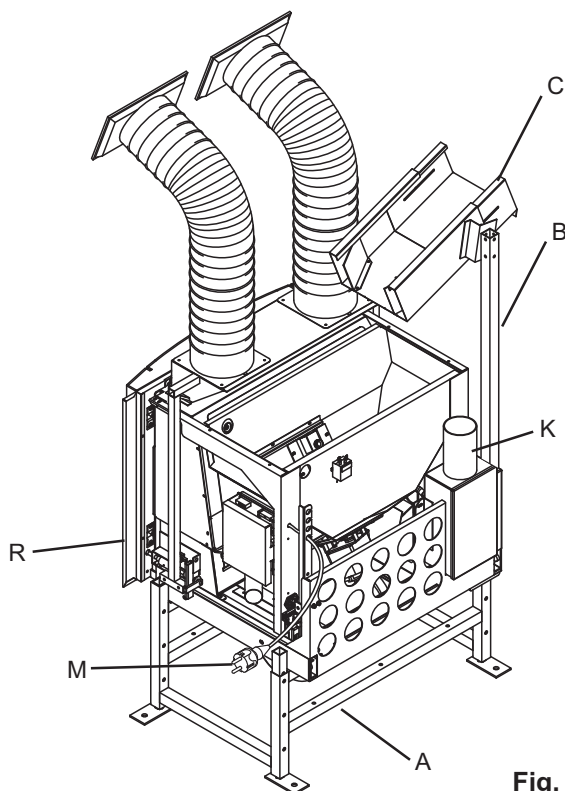
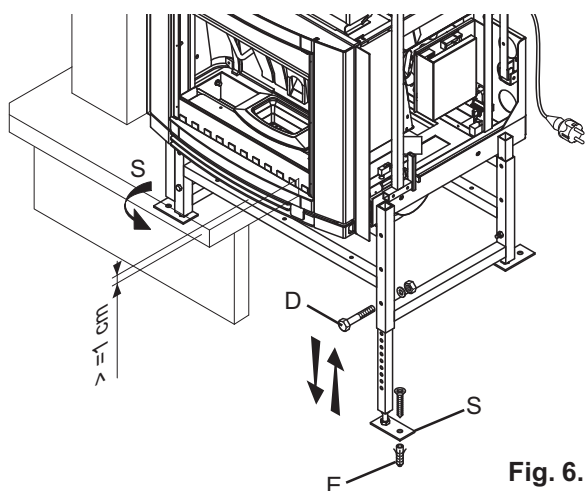
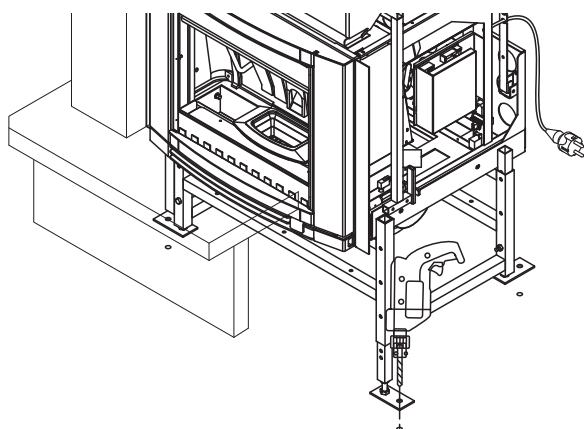

Fig. 6.1.1
Fig. 6.1.2
Fig. 6.1.3
Il telaio d'estrazione ECOFIRE è composto di (Fig. 6.1.1):
Installazione (Fig. 6.1.1, Fig. 6.1.2, Fig. 6.1.3):
- 4) Eseguire 4 fori Ø 8 per il fissaggio a terra del telaio (Fig. 6.1.3). Usare come dima il telaio stesso.
- 5) Fissare i piedini (S) del basamento con robusti tasselli ad espansione in acciaio Ø 8 mm (E);
- 6) Collegare il collettore di scarico (K) al condotto uscita fumi;
- 8) Prevedere l'arrivo della linea elettrica sul retro della stufa (M);
The ECOFIRE extraction frame is composed of (Fig. 6.1.1):
Installation (Fig. 6.1.1, Fig. 6.1.2, Fig. 6.1.3):
- 4) Make 4 holes Ø 8 to attach the frame to the ground (Fig. 6.1.3). Use the frame as a template.
- 5) Fasten the feet (S) of the base with sturdy steel expansion plugs Ø 8 mm (E);
- 6) Connect the discharge manifold (K) to the smoke outlet duct;
- 8) Provide for the incoming electrical line on the rear of the stove (M);
Das ausziehbare Gestell ECOFIRE besteht aus (Abb. 6.1.1):
Installation (Abb. 6.1.1, Abb. 6.1.2, Abb. 6.1.3):
- 4) 4 Bohrungen Ø 8 für die Bodenbefestigung des Gestells ausführen (Abb. 6.1.3). Als Schablone das Gestell selbst benutzen.
- 5) Die Sockelfüße (S) mit robusten Spreizdübeln Ø 8 mm aus Stahl (E) befestigen;
- 6) Den Abgassammler (K) mit dem Rauchabzugsschacht verbinden.
- 8) Die Stromleitung an der Ofenrückseite (M) vorsehen;